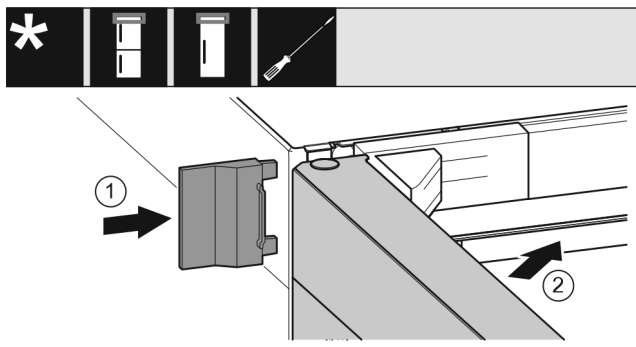

Fig. 21
- ▶ Tolja fel a külső fedelet. Fig. 21 (1)
- ▶ Csukja be a felső ajtót. Fig. 21 (2)